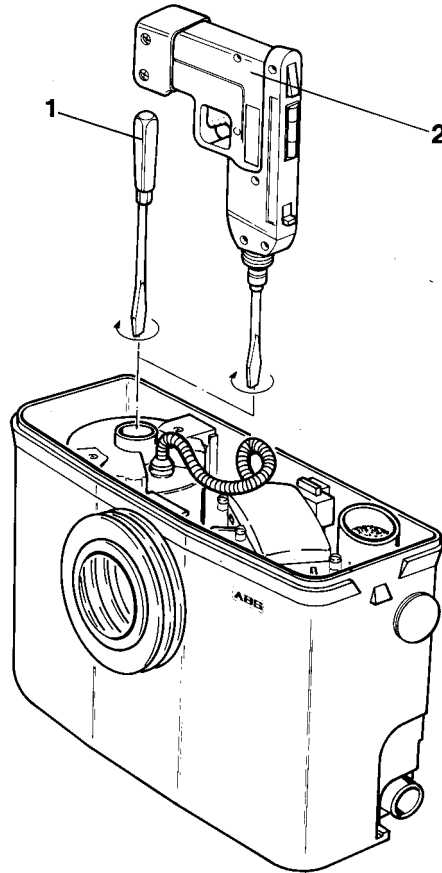

Bild 9 Entleeren des Behälters
- Verschlußschraube (8/6) herausschrauben und eine eventuelle Blockierung des Schneidsystems durch Drehen der Motorwelle mit einem Schraubendreher beseitigen, siehe auch Bild 9.
Es besteht Verletzungsgefahr am Schneidwerkzeug der Hydraulik. Nicht in den Behälter greifen, wenn die Motorwelle gemäß Bild 9 mit Schraubendreher oder Bohrmaschine gedreht wird.